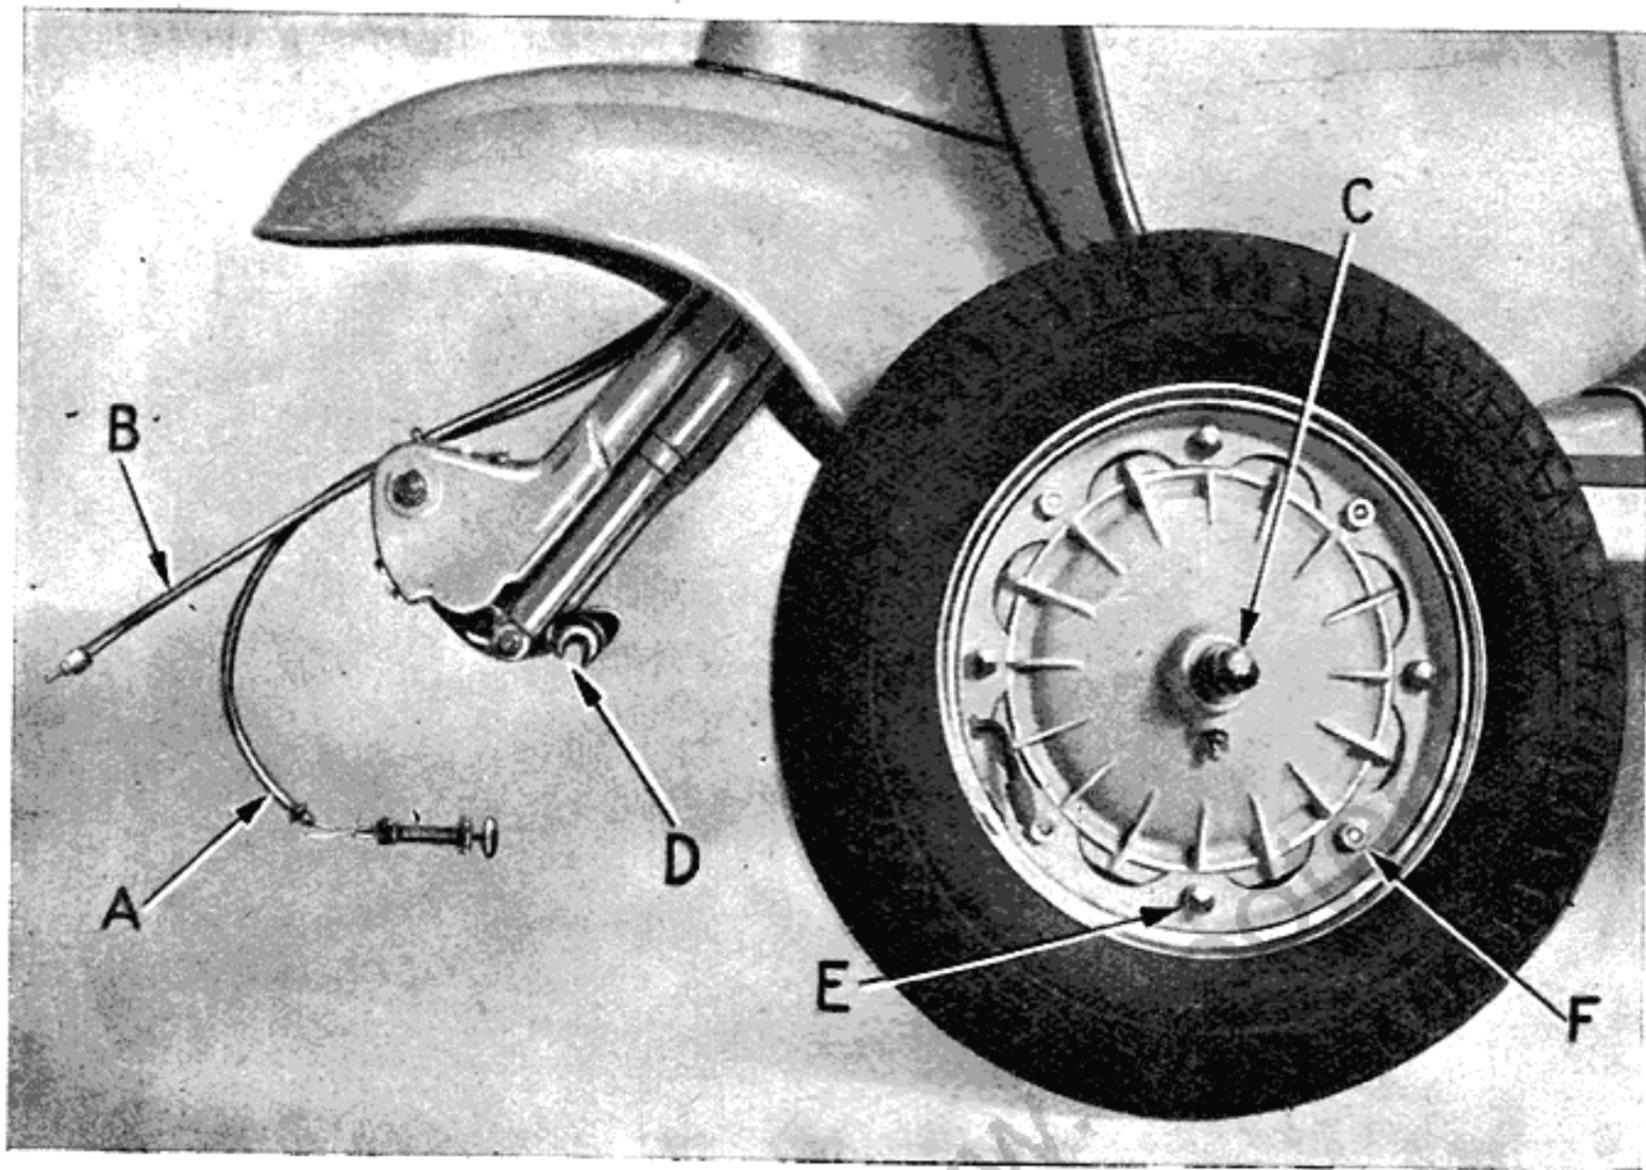

Fig. 5
Per smontare la ruota anteriore (V. fig. 5) staccare dapprima da essa i due cavi flessibili comando freno (A) e comando tachimetro (B) indi svitare i due dadi laterali (C) che la bloccano alle bielle oscillanti (D) e spostare le rondelle sotto i dadi, incassate nelle bielle stesse.